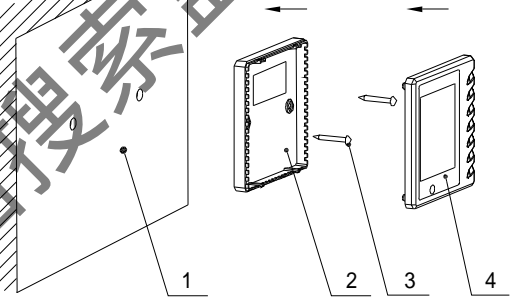

图 17 安装示意图
- I 无论是明装还是暗装都要如图 17 所示，首先按照手操器底板上的安装孔的距离（60mm）在墙上钻 2 个孔（保持水平），然后分别在每个墙孔中钉入木塞，再将手操器底板通过这两个孔固定在墙面上，然后将通讯线插在控制板上，最后扣好手操器面板。